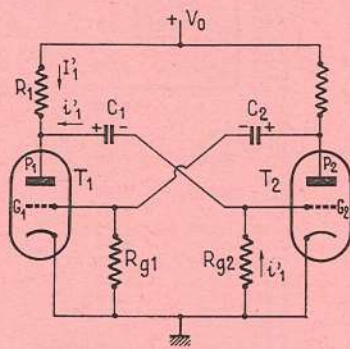

FIG. 2
2. Dissymétrie dans le temps (fig. 2). A un certain instant une des deux lampes, T_1 par exemple, a sa cathode plus chaude que celle de T_2 et juste assez chaude pour émettre des électrons qui soient captés par la plaque P_1 , c'est-à-dire qui aient une énergie suffisante pour passer au travers de G_1 et atteindre P_1 .